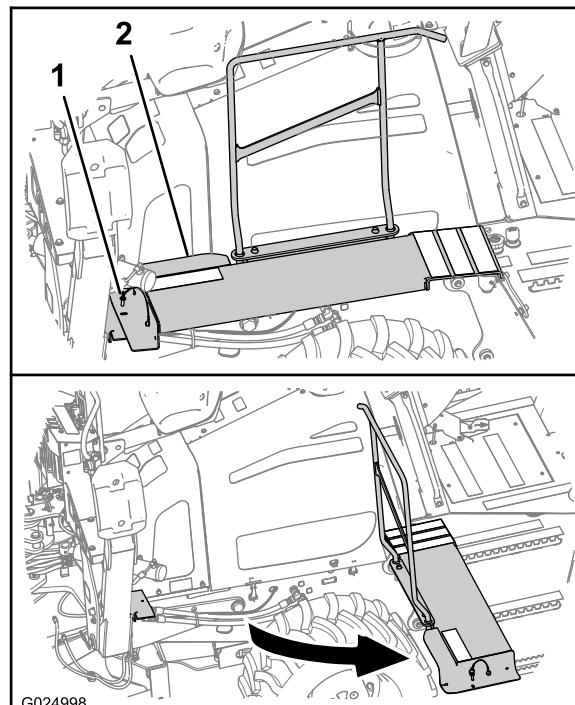

Рисунок 59
- А. С левой стороны машины снимите стопорный штифт с переднего конца пешеходных мостков (Рисунок 59).
- В. Отведите пешеходные мостки в сторону от машины, как показано на Рисунок 59.
- Поверните передний конец пешеходных мостков в его исходное положение (Рисунок 59).
- Совместите отверстие в пешеходных мостках с отверстием в опорном кронштейне мостков (Рисунок 59).